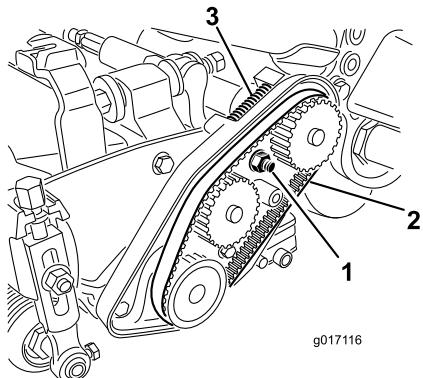

Figure 42
- A. Desserrez l'écrou de fixation du logement de roulement (Figure 42).
- Enlevez les débris présents dans le compartiment de la courroie et autour du ressort de compression (Figure 42).